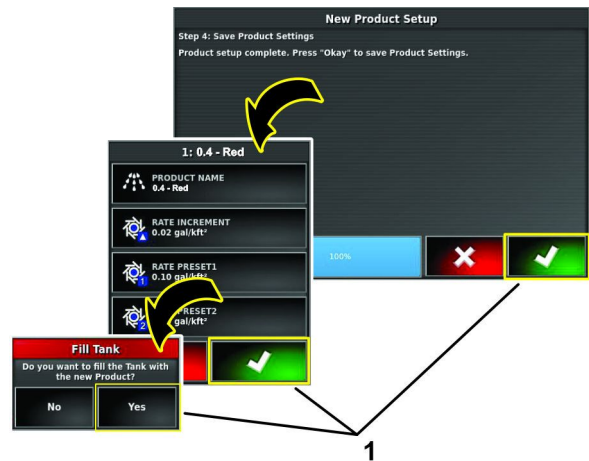

Рисунок 122
16. На этапе 4 диалогового окна настройки нового материала нажмите значки подтверждения (Рисунок 122).
17. Если вы заполняете бак, в диалоговом окне заполнения бака нажмите на значок «ДА» (Рисунок 122).